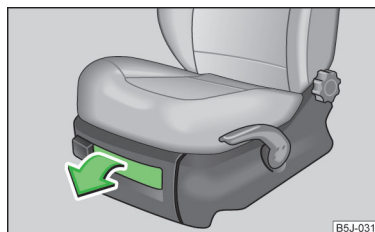

Fig. 69
- Pentru deschiderea clapetei, trageți de mâner » fig. 69.